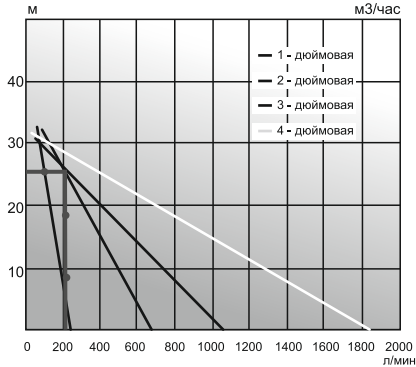

Рис. 6
4. На графике зависимости высоты подъема от производительности мотопомпы (Рис.6) находим величину расхода, она составляет примерно 200л.